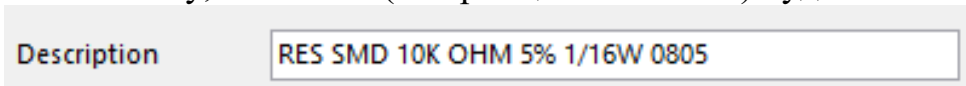

Рис.7 Description
- *Description* – містить усю інформацію про компонент (Рис.7). Вам необхідно задати коректні дані, які будуть використовуватись у переліку елементів. Для таких елементів, як резистор, конденсатор, можна задати фіксоване значення номіналу, яке потім (на принциповій схемі) будете змінювати.